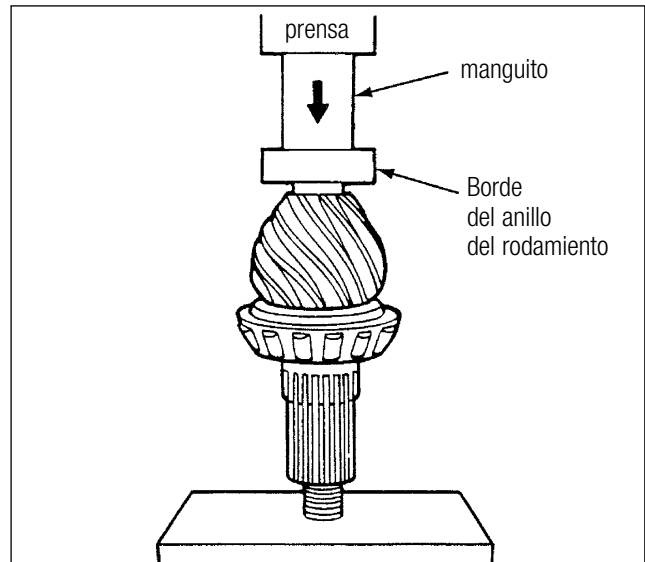

Fig. 35
2. Prisionar en el borde del anillo exterior del rodamiento hacia abajo hasta que el extremo inferior del rodamiento esté en contacto con la cabeza del engranaje del piñón. Usar la **Herramienta CT05** para empujar el rodamiento. (Fig. 35)